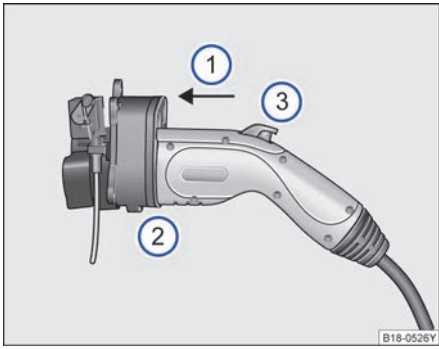

图 146 充电插头示意图
请将充电插头平行地插入充电插座→图 146①。
请将充电插头完全插入充电插座→图 146②。
请确保充电插头上的按键处于弹起状态→图 146③。